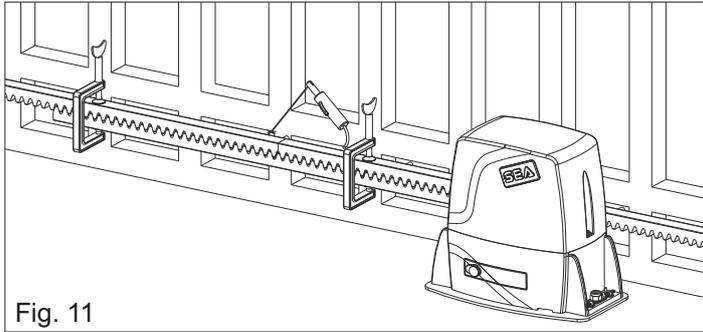

Fig. 11
**5.4.** Sich stellen, dass sämtliche Zahnstangenglieder bindig aneinandergereiht und ordentlich verlegt wurden (synchronisierte Verzahnung). Es wird empfohlen, zwei aufeinanderfolgende Elemente einem dritten Element gegenüberzustellen, wie in Abb. 11 angegeben;